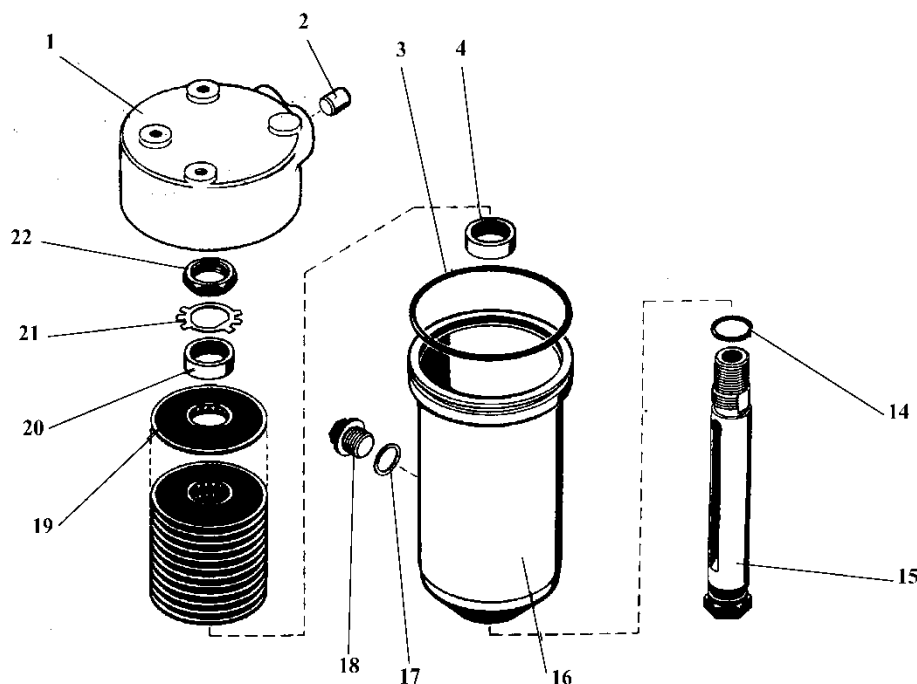

Рис. 48 Фильтр коробки передач с напорным клапаном
- а) отвернуть пробку 18 (рис. 48) фильтра и слить масло;